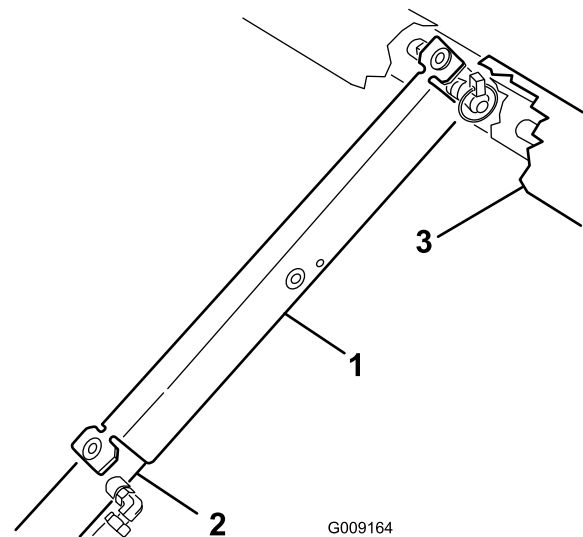

Figura 32
3. Empuje el soporte de la plataforma sobre la varilla del cilindro y asegúrese de que los extremos del soporte descansan sobre el extremo del cuerpo del cilindro y el extremo de la varilla del cilindro (Figura 32).